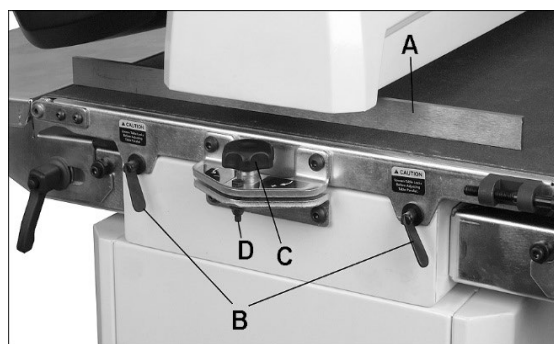

Figure 8-4: Alignement du cylindre
3. Insérez la jauge entre le cylindre et la table du convoyeur du côté externe du cylindre (A, Figure 8-4).
3. Si une bavure est visible là où le cylindre chevauche, desserrer les deux vis de verrouillage de la table (B, Figure 8-4) et abaissez légèrement la table sur l'extrémité externe en tournant le bouton (C).